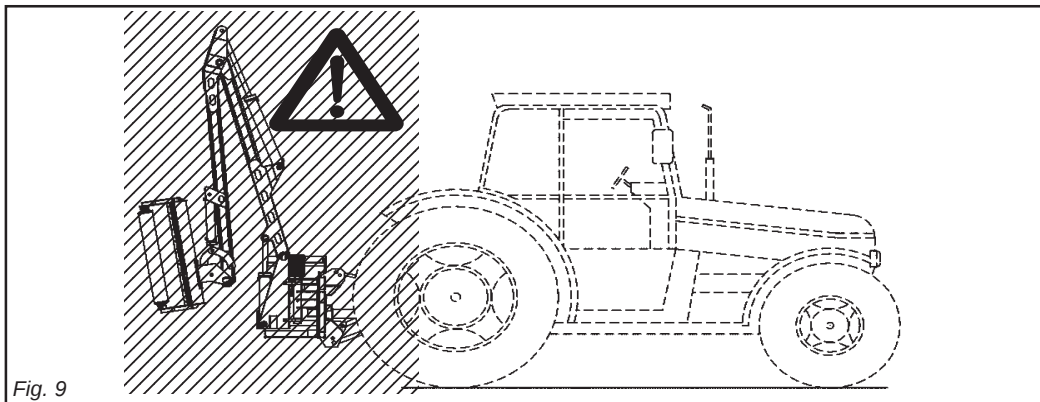

Fig. 9
- 26)** È assolutamente vietato interporre tra il trattore e la macchina (Fig. 9) con motore acceso e cardano inserito nonché senza aver azionato il freno di stazionamento ed aver inserito, sotto le ruote, un ceppo o un sasso di bloccaggio. Mantenersi ad una distanza di sicurezza dalla macchina in lavoro, per possibili lanci di corpi contundenti.
- 26)** *It is absolutely forbidden to stand between the tractor and the implement (Fig. 9) when the engine is running and the cardan shaft is engaged without having first engaged the hand brake and placed a block or stone under the wheels to prevent them from moving. Keep a safe distance from the shredder at work to avoid being hit by possible flying stones, etc.*
- 26)** Este absolut interzisă interpunerea între tractor și utilaj (Fig.9) cu motorul pornit și cardanul introdus, fără a fi acționată frâna de staționare și a așeza, sub roți, un cep sau o piatră de blocaj.
- 30)** È assolutamente vietato interporre fra il trattore e l'attacco della macchina per manovrare il comando dall'esterno per il sollevamento (Fig. 9).
- 30)** *It is absolutely forbidden to stand between the tractor and the implement when manoeuvring the lift control from the outside (Fig. 9).*
- 30)** Pentru a executa operația de ridicare din exterior, este absolut interzisă punerea între tractor și atașare (Fig. 9).